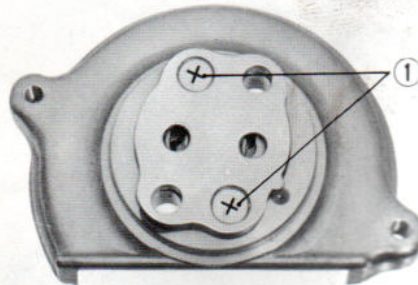

Fig. 59 Démontage de la pompe à huile
① Vis de 6mm ② Corps de pompe
- 8) Retirer l'arbre de pompe, desserrer les deux vis de 4mm de maintien de la plaque de pompe et déposer la plaque. (Fig. 59)